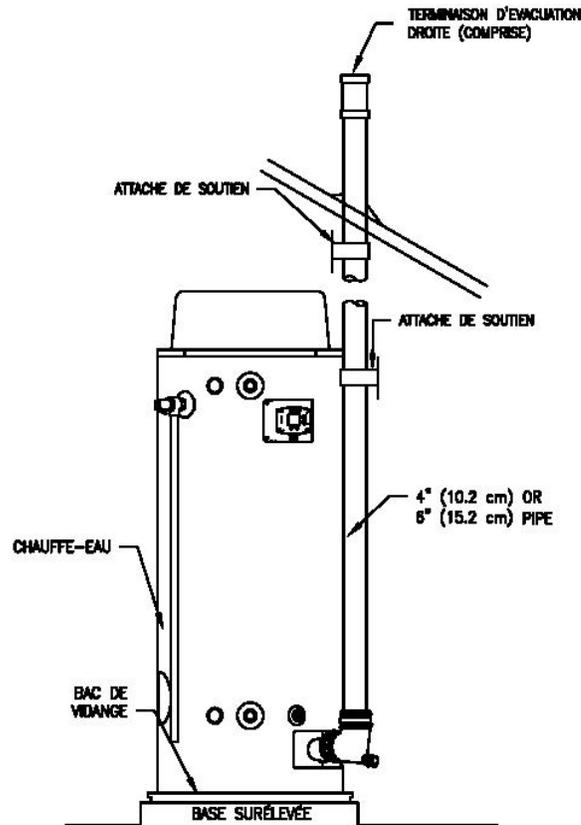

Figure 16. Système typique d'évacuation mécanique à la verticale.
2. Installez les conduits en plastique pour l'évacuation et l'apport d'air, comme illustré à la Figure 16. Assurez-vous que l'installation est conforme aux normes locales et/ou au National Fuel Gas Code ANSI Z223.1 (dernière édition) ou au Code d'Installation CGA/CAN B149.